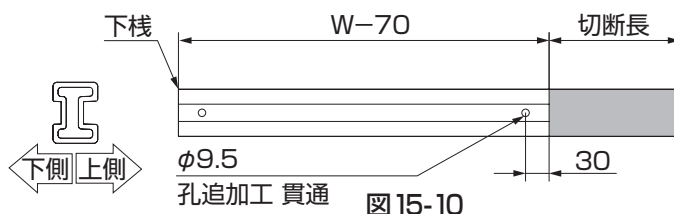

図 15-10
- ④ 下棧を切断した側から30mmでφ9.5の下孔を貫通してあけてください。(図15-10参照)